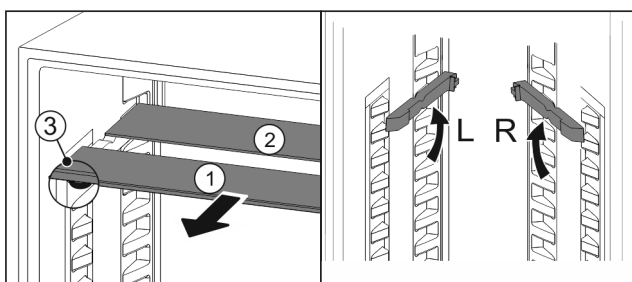

Fig. 55
- Húzza ki Fig. 55 (1) előre az üveglapokat egyesével.
- Az üveglap Fig. 55 (1) a díszléccel előre néz.
- Az ütközők Fig. 55 (3) lefelé mutatnak.